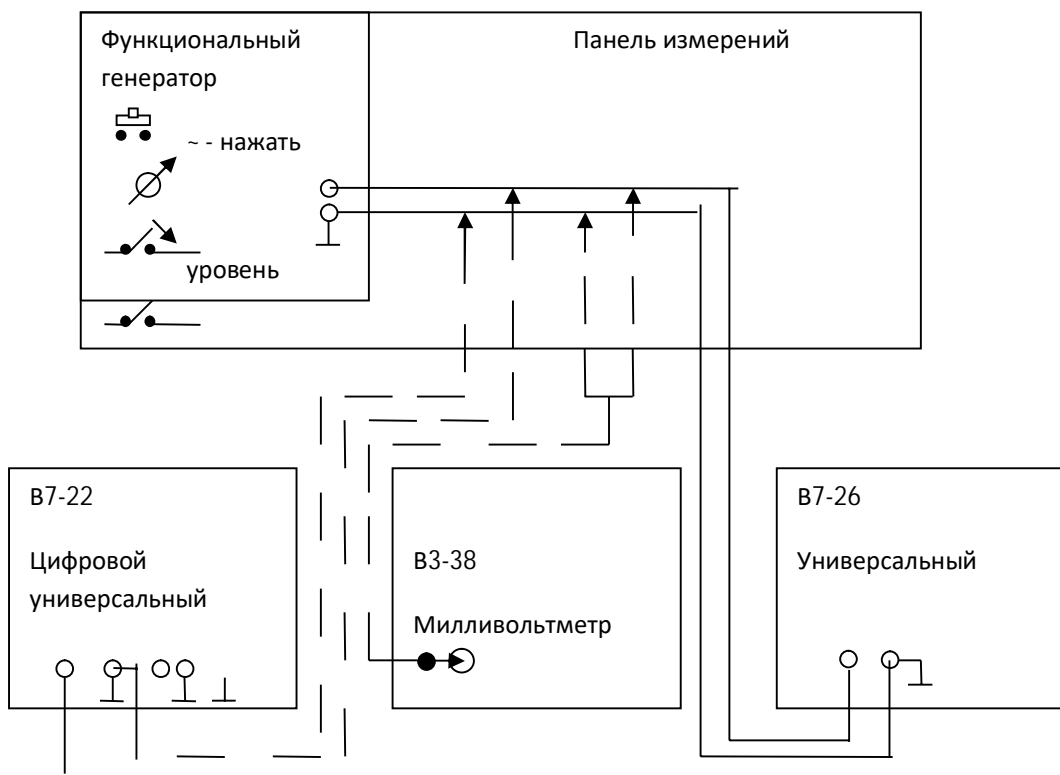

Рис. 3. Схема подключения вольтметров
3.3. Собрать схему измерения (Рис.3). Подключить выход функционального генератора к вольтметру В3-38, к параллельным гнездам подключить вход вольтметра В7-22, затем В7-26.